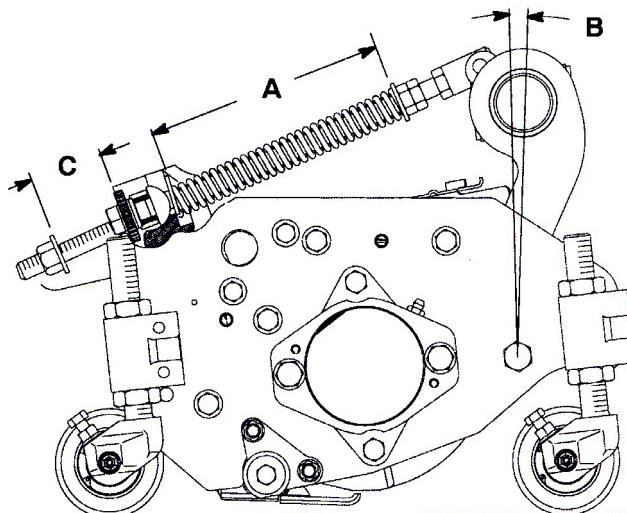

図 11
ターフ補正スプリング(図11)は、キャリア・フレームとカッティングユニットをつないでおり、前後の揺れの大きさの調整と、移動走行中や旋回動作中の地上高の調整を行っています。
1. スプリングロッド後部のロックナットを締めて、すきま(C)を26 mmとする(図11)。
2. スプリングロッド前部の6角ナットを締めて、スプリング(圧縮状態)の長さ(A)が203 mmになるようにする(図11)。
注: ラフで使用する時やアンジュレーションの大きなフェアウェイを刈る時は、上記の長さ(A)を216 mmとし、スプリング ブラケット後部とワッシャ前面のすきま(C)を39 mmとしてください(図11)。